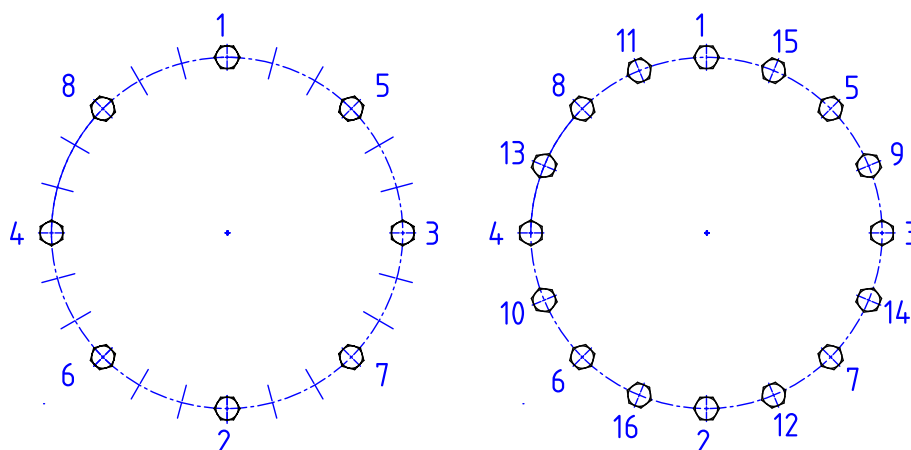

Figura 8: Ejemplo de patrón de apriete de los tornillos
- **Apretar los tornillos en cruz** siguiendo el orden indicado en la figura 8. Para garantizar un reparto uniforme de las tensiones, apriete inicialmente los tornillos al 30% del valor final. Realice un segundo apriete en el mismo orden al 50% del valor final. Por último realice un apriete final al 100% del valor. La tabla 4 muestra algunos valores de referencia.